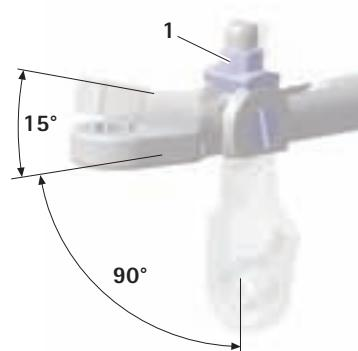

Fig. 3
- ▶ Colocar la llave en T H en el ángulo deseado y apretar el hexágono 1 girando a derechas, ver Fig. 3. La barra de acoplamiento B se encuentra inmovilizada.